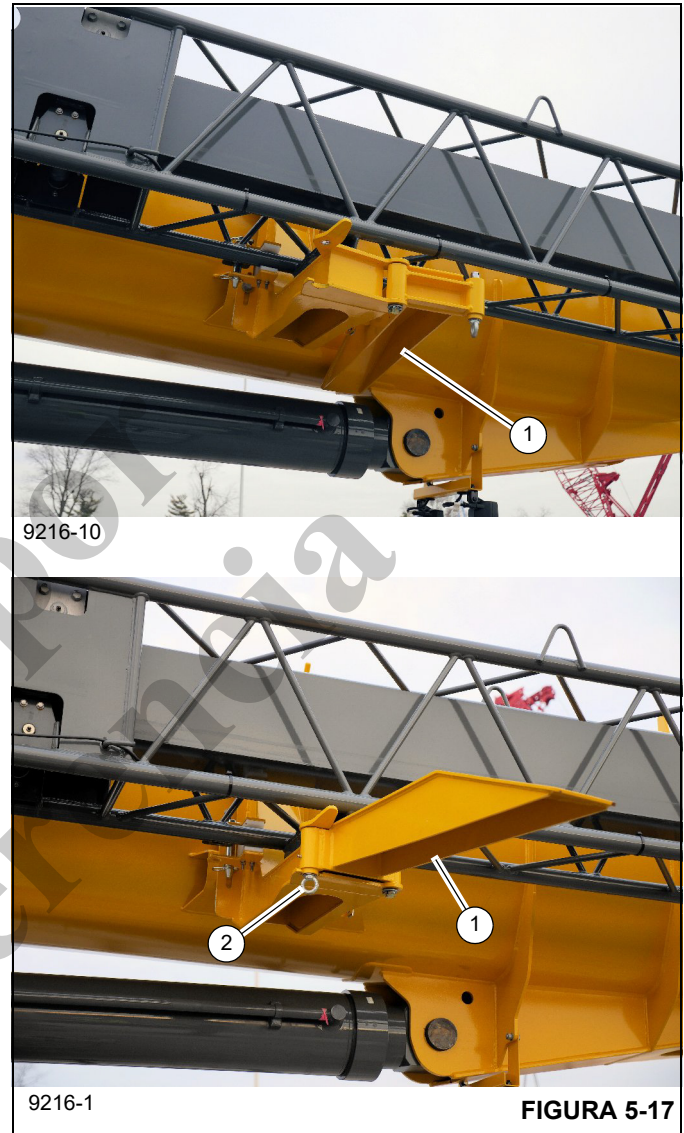

FIGURA 5-17
5. Despliegue la rampa (1, Figura 5-17) en la escuadra de almacenamiento trasera. Fije en su lugar con un pasador de bloqueo por resorte (2, Figura 5-17).